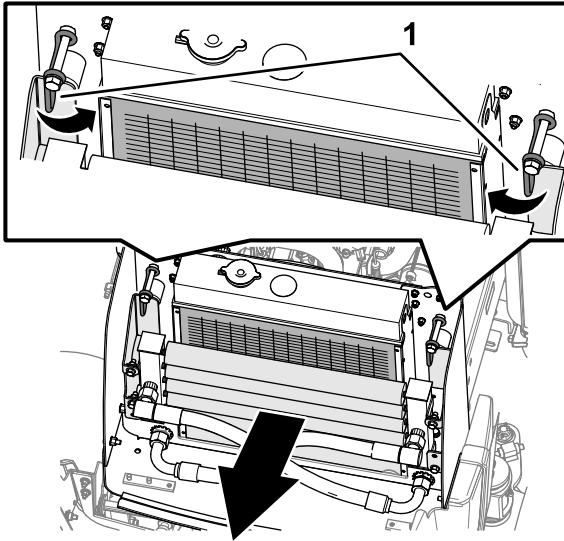
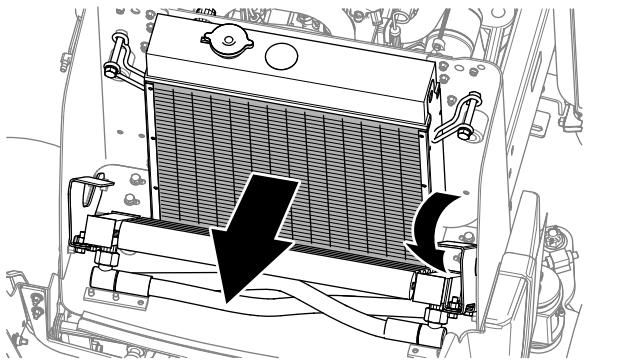

Bild 80
Bild 81
6. Reinigen Sie den Ölkühler mit Niedrigdruckluft (3,4 Bar) (Bild 80).
7. Drehen Sie die Ölkuhlerriegel nach innen, und schwenken Sie den Ölkuhler (Bild 80 und Bild 81).
8. Blasen Sie von der Lüfterseite des Kühlers die Rückstände mit Niedrigdruckluft (3,4 Bar) aus (Bild 81). Wiederholen Sie diesen Schritt von der Vorderseite des Kühlers und dann von der Lüfterseite. Reinigen Sie beide Seiten des Ölkuhlers gründlich.